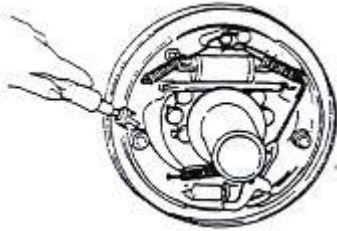

Рис. 2-18
(3) Снимите фиксирующую пружину на основной тормозной колодке. См. Рис. 2-18